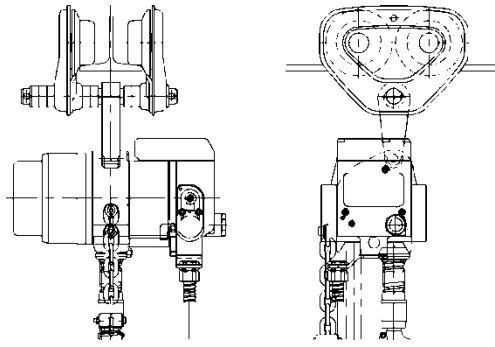
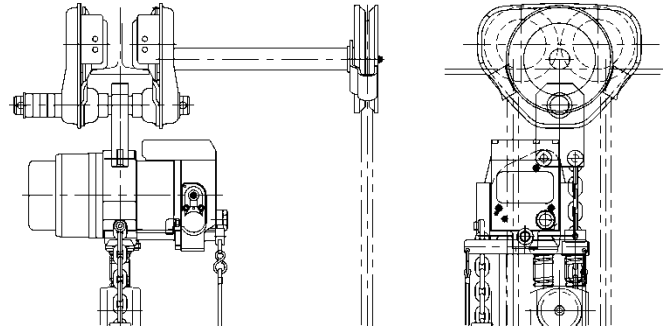
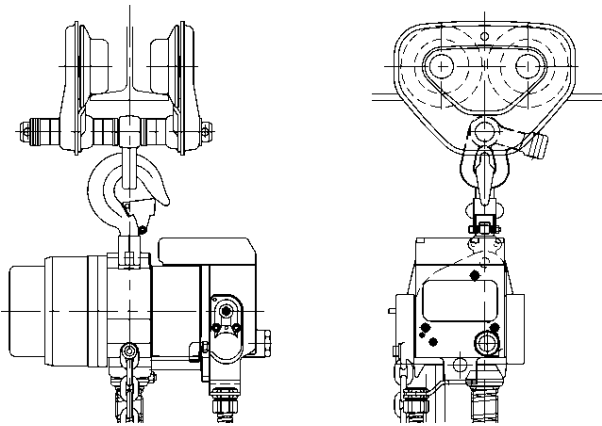

Figura 3-21 Suspensión en la agarradera en TF2
Figura 3-22 Suspensión en la agarradera en la rueda manual extendida TS2 engranado
Figura 3-23 Suspensión con el gancho en el Suspensor C
- 1) Consulte la **Figura 3-21**.
- 3.3.4 La configuración estándar para un polipasto/tecle TCR es suspendido en el Trole con la agarradera y mediante un Suspensor TCR. Como se muestra en **Figura 3-21** o **Figura 3-22**. Las configuraciones opcionales para el polipasto/tecle TCR de 1/4 a 3 toneladas es suspensión con el gancho en el Suspensor C como se muestra en **Figura 3-23**.
- 2) La configuración estándar para un polipasto/tecle AL es de suspensión de gancho a suspensor C del trole, similar a la **Figura 3-23**.